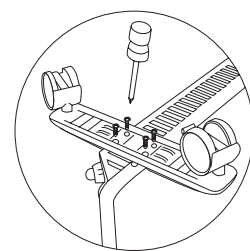

Рис. 8
- приложить планку опорной ножки к месту крепления на конвекторе так, чтобы выпуклая часть планки прилегалась плотно к корпусу конвектора и находилась ближе к его задней стенке, винтовые отверстия должны совпасть (рис.8);